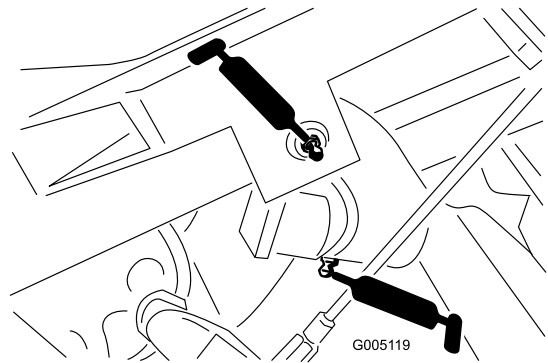

Figure 38
- Pivot de bras de relevage (3) et articulation de pivot (3) (Figure 38)